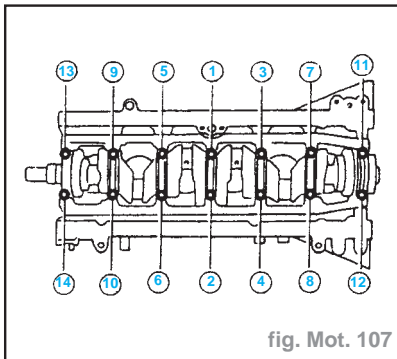

fig. Mot. 107
- Reposer le chapeau de palier principal et serrer les boulons à un couple de **9,2 à 10,2 daN.m**. Cela peut empêcher la déformation des alésages de cylindre (fig. Mot. 107).